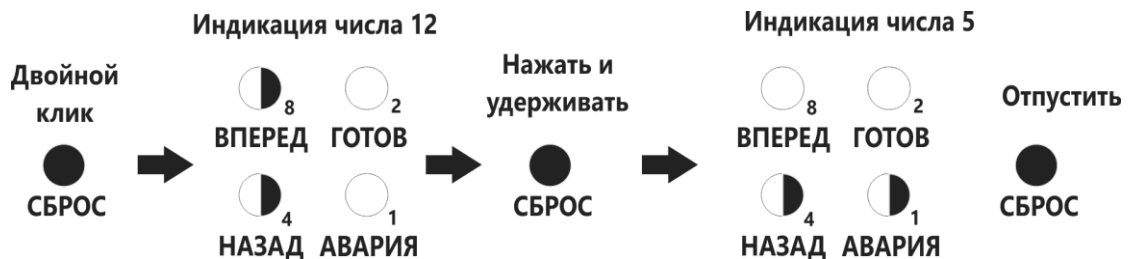

Рисунок 8 Пример индикации тока 125%
1.14.4 Последовательность действий (пример индикации тока 125%, см. рис.8):